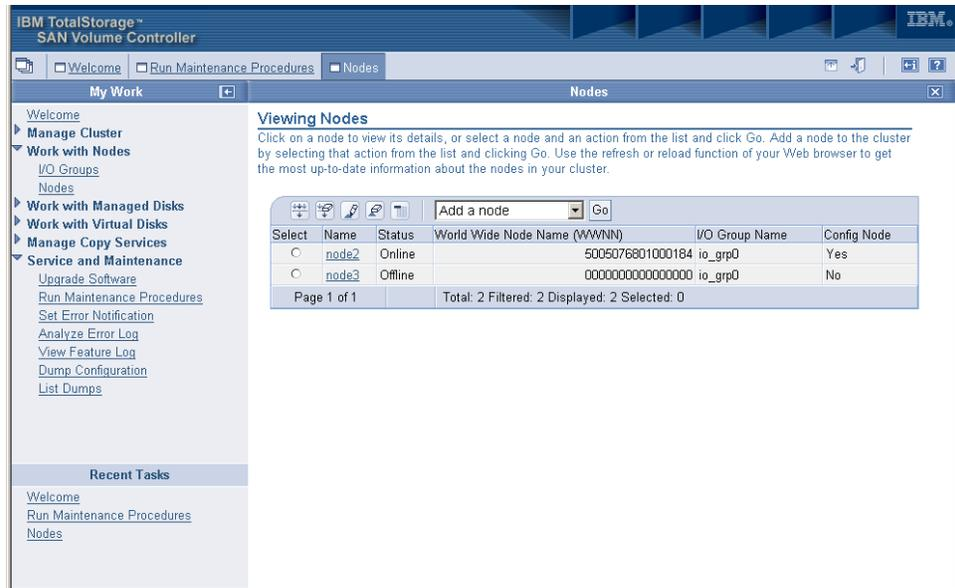

図 24. SAN ボリューム・コントローラー・コンソール「ノード」パネル
2. 「ノード」オプションを選択すると、次のパネルが表示されます。 10 ページの 図 24 を参照。